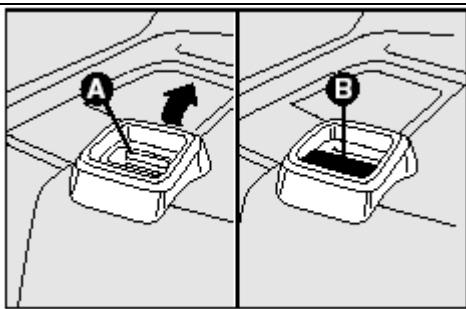
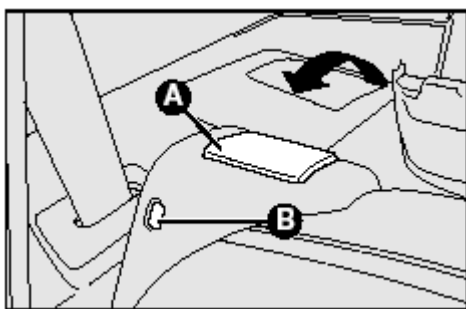

рис. 85
рис. 86
- Поднять рычаг фиксатора **A**– рис.85 (версии Combi) или рычагфиксатора **A**– рис.86 (версии Qubo) удерживающие спинки и отвести спинки вперед к сиденью чтобы образовать ровную поверхность. При подъеме рычажка в окошке **B** появляется красный индикатор